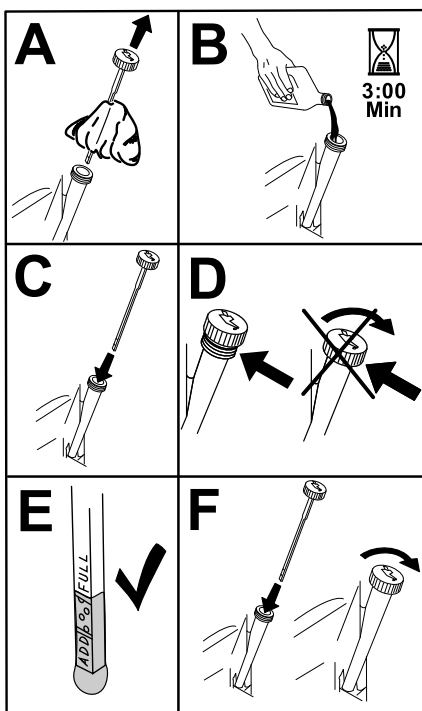

Figura 32
6. Deite cerca de 80% do óleo especificado no tubo de enchimento e adicione lentamente o óleo adicional até chegar à marca **Cheio** (Figura 32).